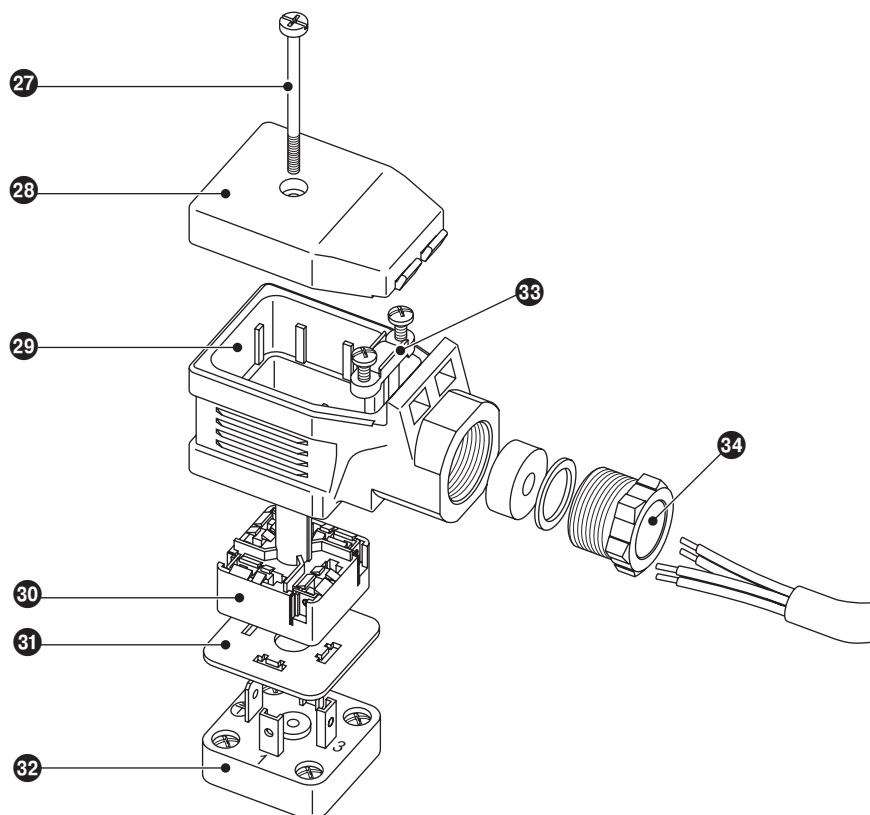

Fig. 22
1. Svitare la vite **27**. **Fig. 22**